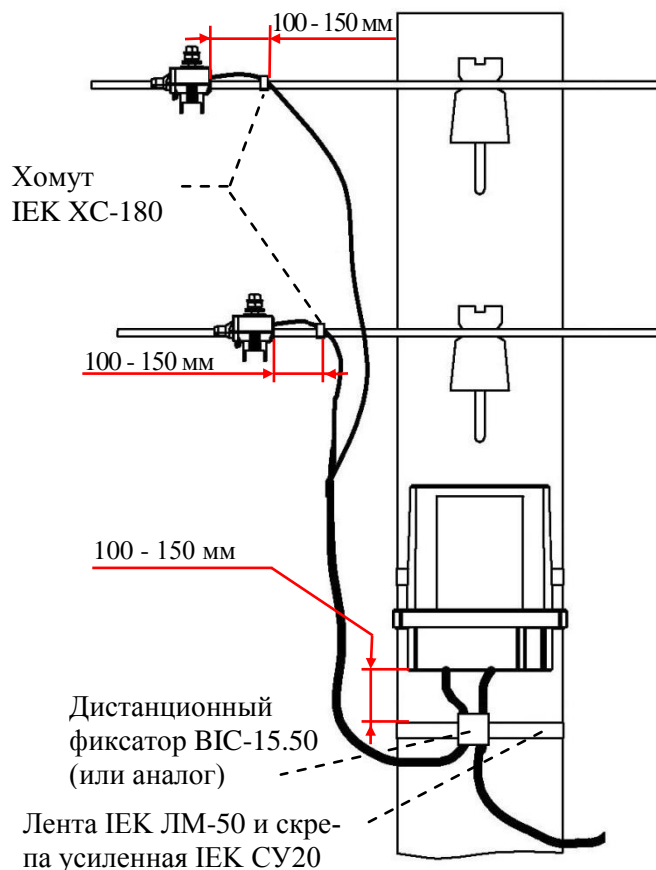

Рисунок 9.3 – Крепление провода при установке счетчика на опору линии электропередачи
9.4.2.10 Провода подключить к линии ВЛ-0,4 кВ с помощью прокалывающих зажимов. Скрутка проводов строго запрещена! Место контакта зачистить от пыли, пленок, окислов и смазать токопроводящей смазкой. Зафиксировать провод атмосферостойким хомутом, например, ИЕК ХС-180 (УНН21-D6-180-100), перед зажимом вдоль линии ВЛ-0,4 кВ (рисунок 9.3).